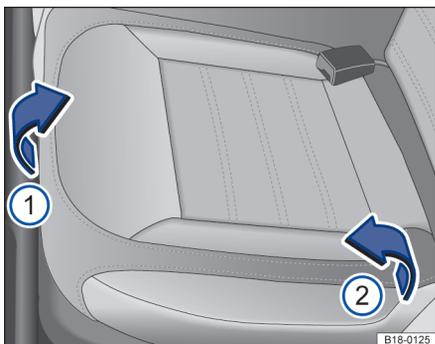

图 63 翻折后排座椅坐垫
- 向后折回后排座椅坐垫⇒ 图 63。
- 沿箭头⇒ 图 63①方向向上抬起坐垫前端。 ▶
一 沿箭头→图 63②方向向前翻折后排座椅坐垫。
一 沿与箭头→图 63②相反的方向向后折回后排座椅坐垫。
一 沿与箭头→图 63①相反的方向向下按下坐垫前端。